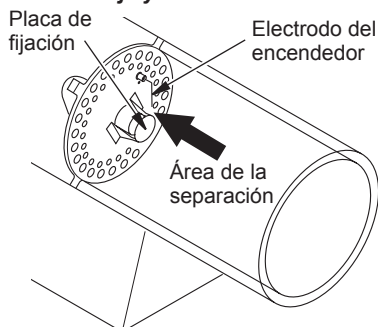

Figura 16 - Distancia mínima entre el electrodo del encendedor y la placa de fijación
7. Ajuste la distancia entre el electrodo del encendedor y la placa de fijación a 4.3 mm (0.17") (Consulte la figura 16).